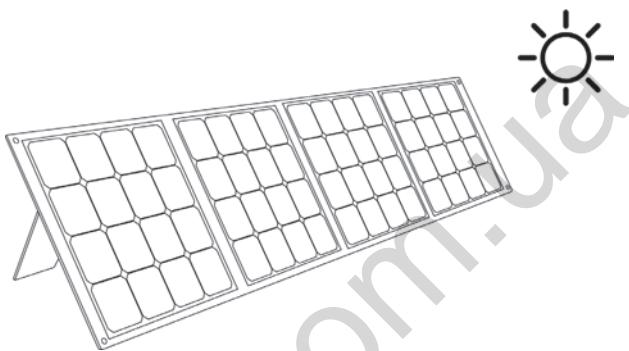

Рисунок 2. Схема розташування виробу під час роботи.
5.1.2 Розкласти та розташувати виріб на освітленій поверхні за допомогою приставної опори під прямыми променями сонця (рис. 2).